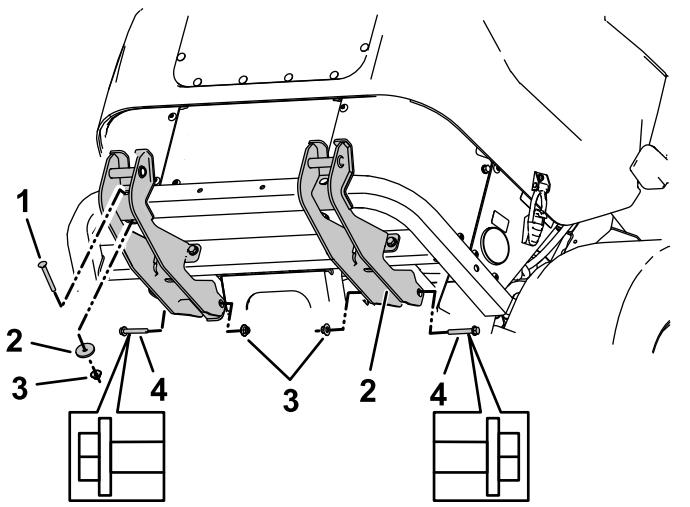

Figure 11
- Installez sans serrer 1 boulon de carrosserie ($\frac{3}{8}$ x 3 po), 1 rondelle épaisse et 1 contre-écrou ($\frac{3}{8}$ po) dans chaque support de montage inférieur à travers l'avant du pare-chocs arrière (Figure 11).
- Installez sans serrer 2 boulons ($\frac{3}{8}$ x 2½ po) et 2 contre-écrous ($\frac{3}{8}$ po) à l'avant des supports du cadre (Figure 11).
Remarque: La tête des boulons doit être tournée à l'extérieur de chaque support (Figure 11).